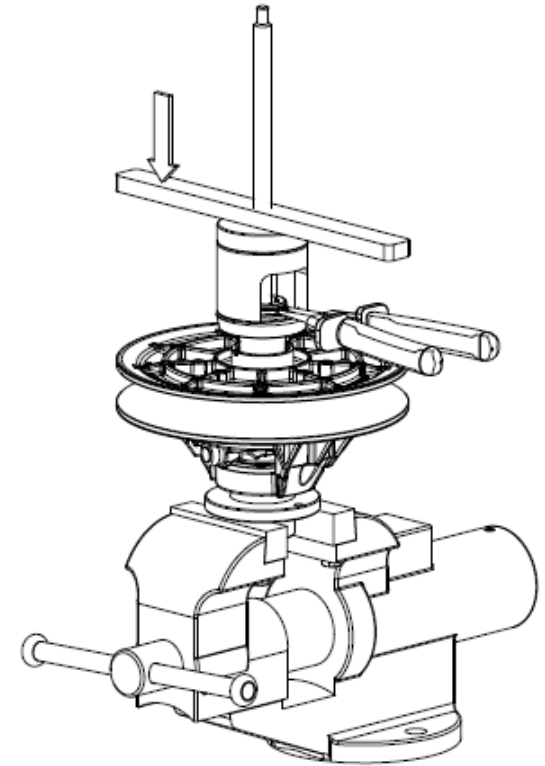
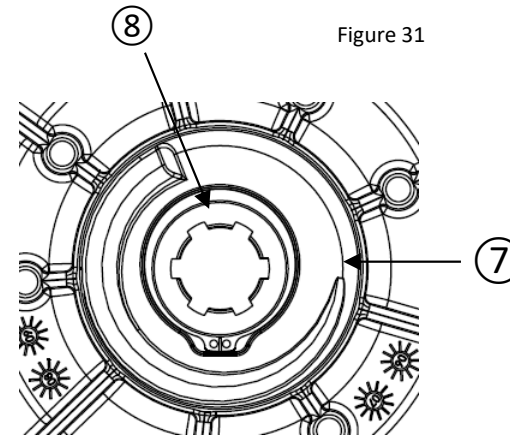

Figure 31
Figure 32
- Installez la poulie sur l'outil de démontage comme indiqué sur la figure 31.
- Insérez le ressort ⑥ dans le flasque coulissant ②.
- Mettez le siège de ressort ⑦ sur le ressort ⑥ et tournez-le dans le sens horaire jusqu'à ce qu'il s'arrête en rotation; maintenez le ressort ⑥ avec votre main pendant l'opération.
- Mettez le segment d'arrêt extérieur ⑧ sur le siège de ressort ⑦.
- Assurez-vous que le segment d'arrêt extérieur ⑧ se trouve dans l'encoche prévue à cet effet (voir figure 32).
- Avec l'outil de démontage, abaissez le ressort ⑥ et le siège de ressort ⑦ jusqu'à ce qu'ils dégagent la rainure du segment d'arrêt dans l'arbre.
- Installez le segment d'arrêt extérieur ⑧.